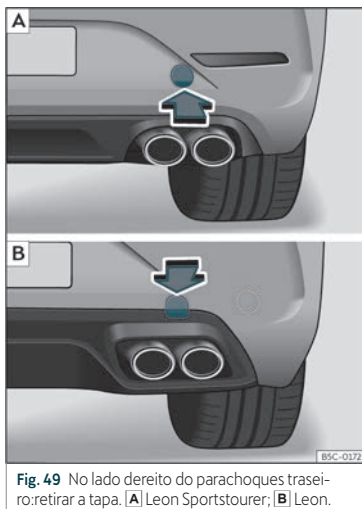

Fig. 49 No lado dereito do parachoques traseiro: retirar a tapa. [A] Leon Sportstourer; [B] Leon.
A cavidade da argola de remolque enroscada está situada no lado dereito do parachoques traseiro detrás dunha tapa» **fig. 49**.
- *Leon Sportstourer*: Prema sobre a zona inferior da tapa» **fig. 49 [A]** para desencaixala. *Leon*: Prema sobre a zona superior da tapa » **fig. 49 [B]** para desencaixala.